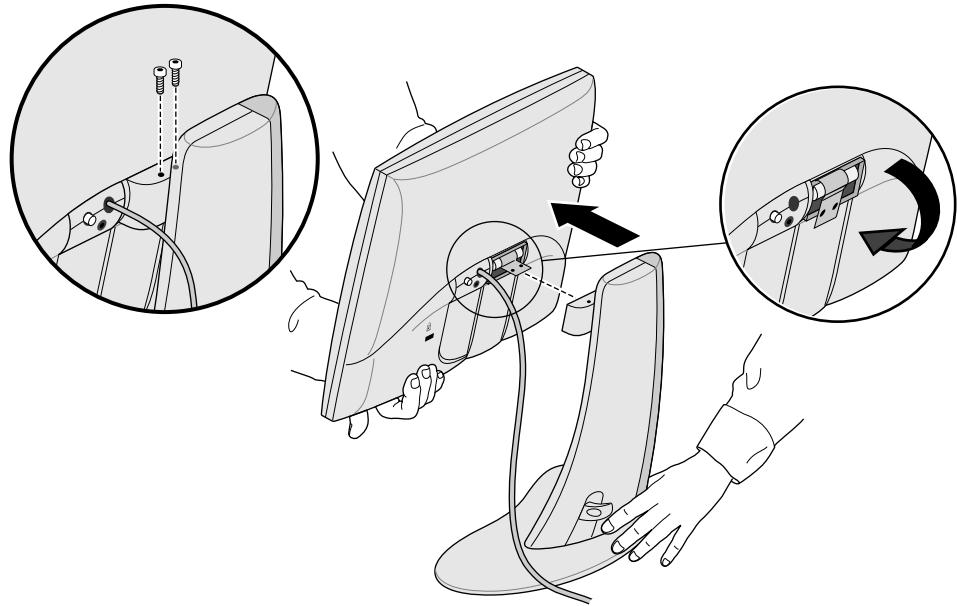

図 1-4 モニタ台からモニタを取り外す
4. 図 1-4 のようにモニタを支えながら、3 mm 六角ねじドライバを使って2本のねじを緩めて取り外します。このねじはモニタをモニタ台に固定するのに使われています。モニタを再度取り付ける際にこのねじは必要になりますから、保管しておきます。
6. モニタ背面にある金属のつまみは折りたたむことが可能です（図1-4参照）。この時ペンチが必要です。